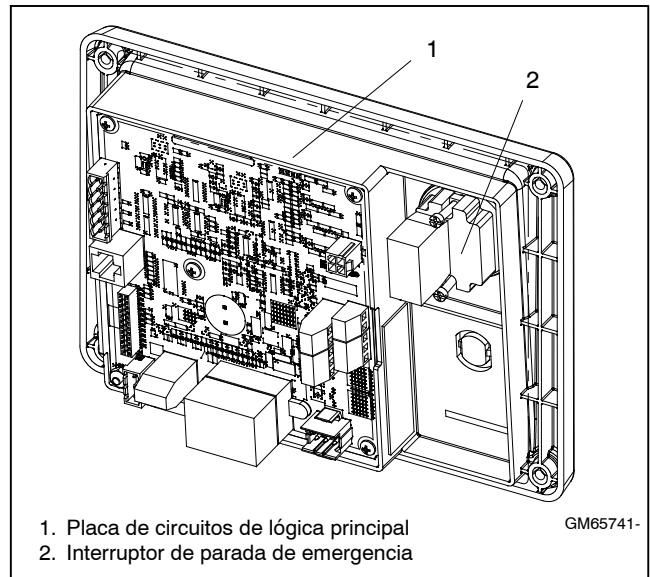
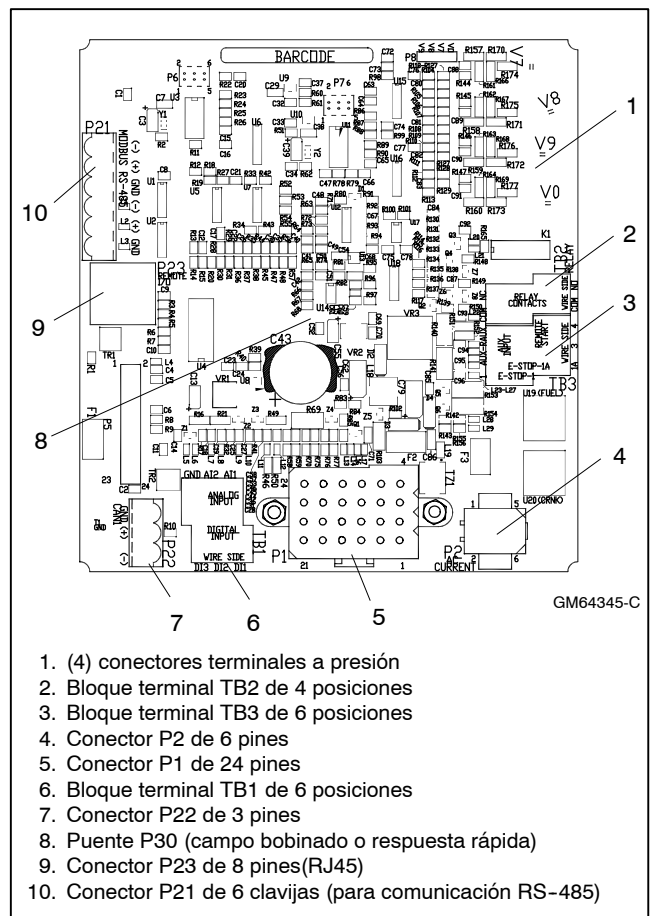

Figura 6-4 Tablero de circuitos principal e interruptor de parada de emergencia
Figura 6-5 Conectores de la placa de circuitos principal
- c. Desconecte los cables del arnés del controlador. A continuación se enumeran algunos cables y enchufes comunes que requieren retiro o desconexión. Los artículos en **negrita** a continuación se muestran en la Figura 6-4 y Figura 6-5. Estas conexiones son típicas y pueden no convenir a todas los usos. Vea el diagrama de cableado correspondiente que se encuentra en el respectivo manual con diagramas de cableado.
- a. Vuelva a conectar todas las conexiones eléctricas que se han desconectado en el pasoc. Consulte la Figura 6-4 y Figura 6-5.